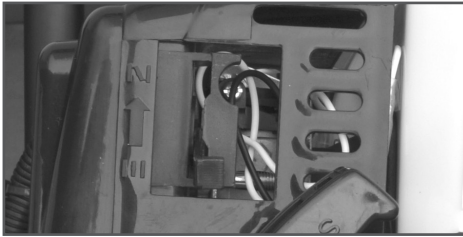

Рис. 6 Рычаг воздушной заслонки
4. Закройте воздушную заслонку. Для этого рычаг заслонки переведите в верхнее положение (Рис. 6).
7. После первого запуска откройте воздушную заслонку, для этого переведите рычаг управления воздушной заслонкой в нижнее положение (Рис. 6).